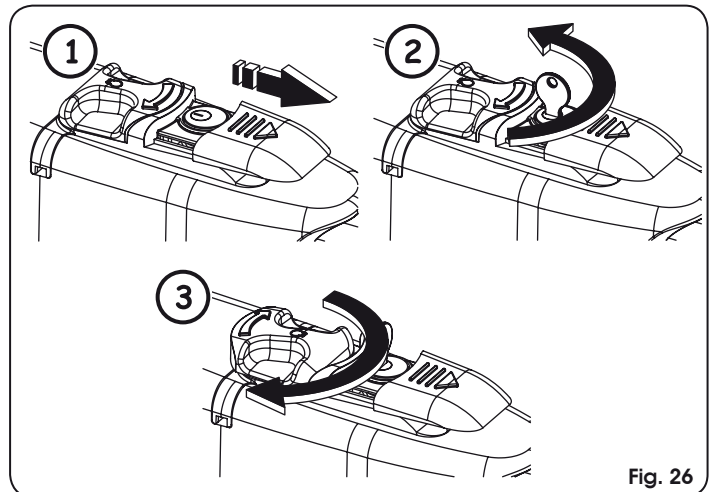

Fig. 26
- Die Schutzhaube – Abb. 26/1 – gleiten lassen.
- Den Schlüssel einstecken und um 90° drehen, Abb. 26/2.
4. Zur Freigabe des Antriebs den Bedienhebel um 180° in Richtung des auf dem Freigabesystem angegebenen Pfeils drehen, Abb. 26/3.